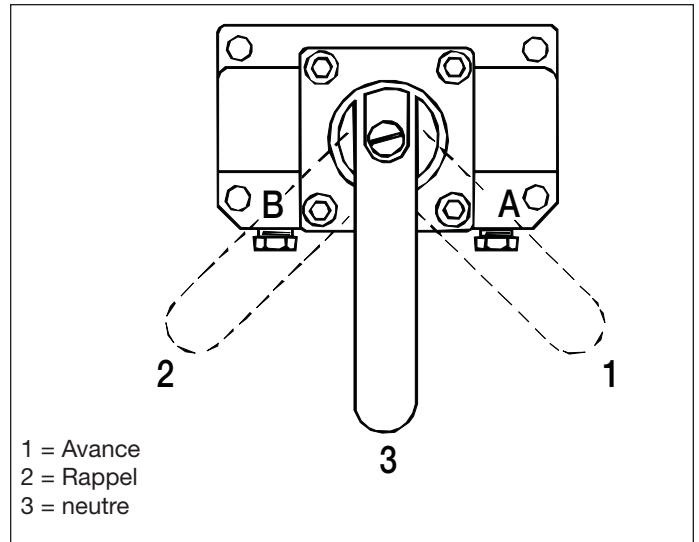
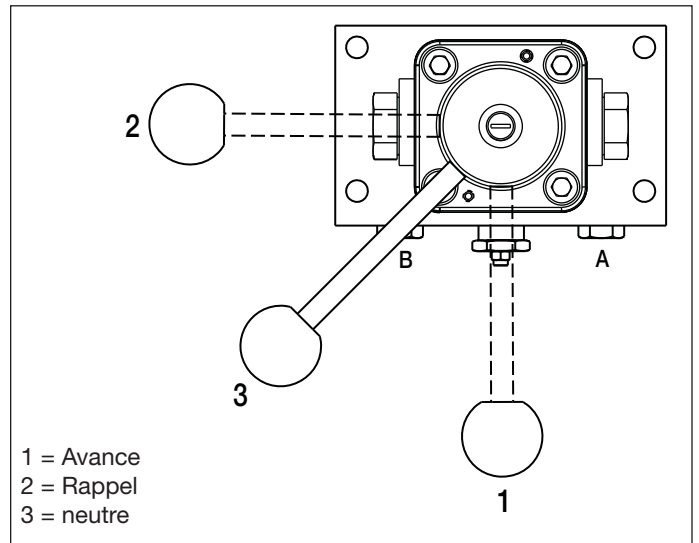

Figure 11, Positions de la poignée de valve, VM33, VM33L, VM43, VM4
Figure 12, Positions de la poignée de valve, VM33M, VM43M
4. Faire tourner la soupape de commande en position neutre (« 3 »). Voir la figure 11 pour les positions de la soupape VM33 et VM43. Voir la figure 12 pour les positions de la soupape VM33M et VM43M.
4. Faire tourner la soupape de commande en position neutre (« 3 »). Voir la figure 11 pour les positions de soupape.